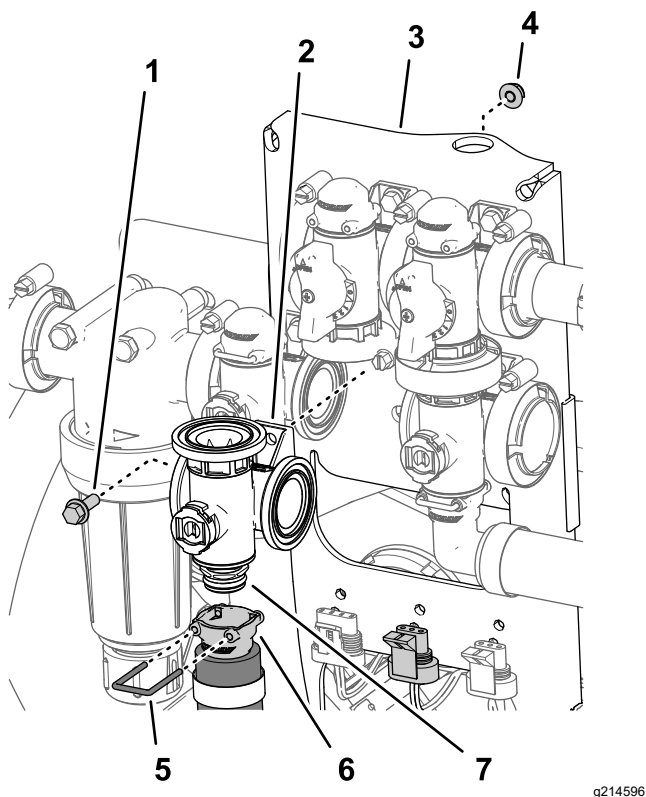

Figura 116
2. Retire la horquilla de retención que sujeta el conector rápido hembra al acoplamiento rápido del distribuidor de la válvula de agitación (Figura 116).
- Retire el perno con arandela prensada (1/4" x 3/4") y la tuerca con arandela prensada (1/4") que sujetan la válvula de agitación al soporte de la válvula, y retire el distribuidor de la válvula de la máquina (Figura 116).